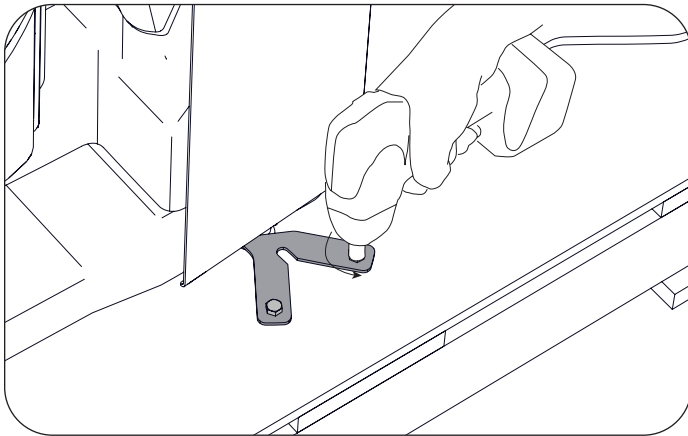

Figure 4. Retirer les attaches de transport
4. Retirer les 2 à 4 attaches de transport en acier qui maintiennent la table à la palette (Figure 4). Ces attaches s'accrochent aux patins de nivellement de la table pour maintenir fermement la table sur la palette. Retirer les deux vis de chaque attache à l'aide d'une douille ou d'une clé de 7/16 po. Prendre garde à ne pas rayer l'appareil lors de l'utilisation de la visseuse ou de la clé. Une fois les vis retirées, dégager les attaches des patins de nivellement.